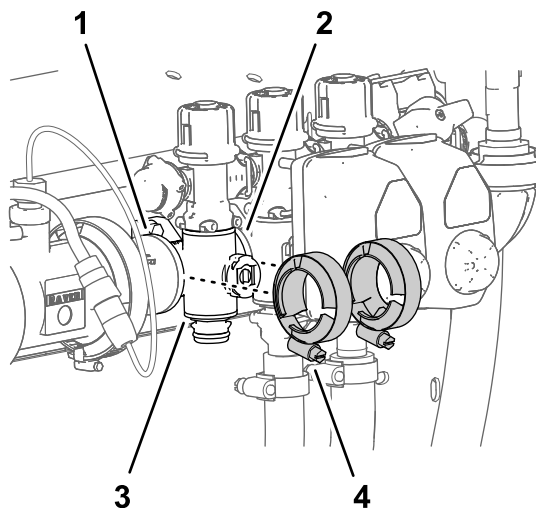

Figure 121
- Retirez les 2 colliers bride qui fixent la valve de collecteur de section aux brides des composants adjacents (Figure 121).